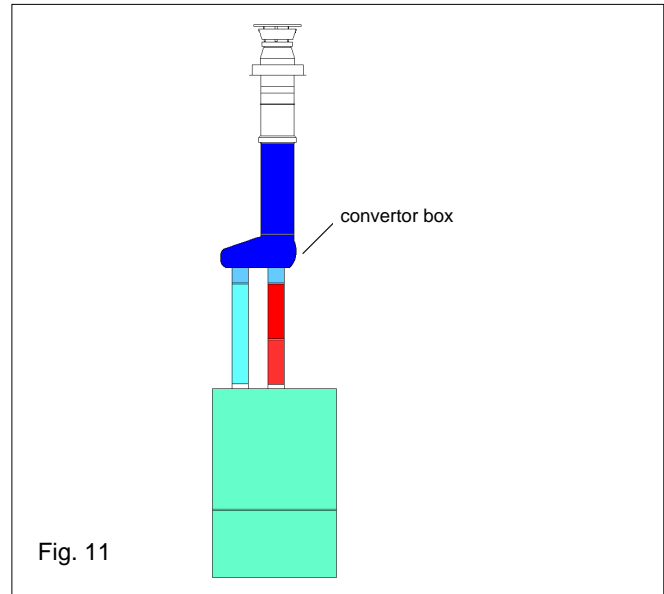

Fig. 11
**4.5.3.3 VERTICAL TERMINATION (fig. 11)**